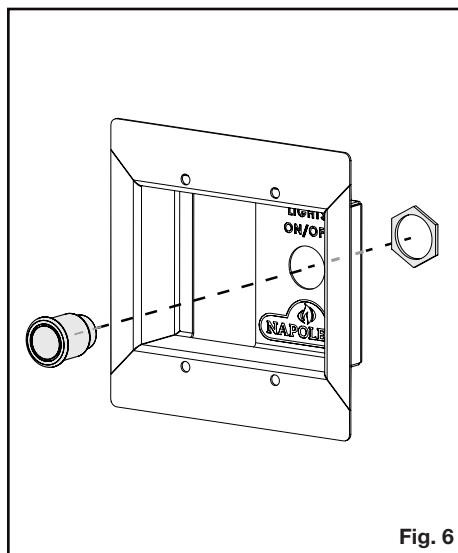

Fig. 6
3. GSS units only - Secure the ON/OFF Illuminated Blue LED Switch to the switch plate with the nut provided. Connect the switch. **(Fig. 6)**
3. Unités GSS uniquement - Fixez l'interrupteur à DEL bleue illuminée MARCHE/ARRÊT à la plaque de commutateur avec l'écrou fourni. Connectez l'interrupteur. **(Fig. 6)**